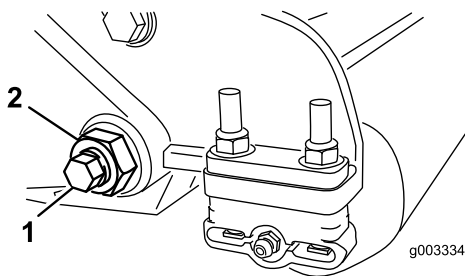

Bild 29
3. Lösen Sie an jeder Seite der Maschine die Sicherungsmutter, mit der die Schraube des Untermesserträgers befestigt ist (Bild 29).
und von der Schneideinheit entfernt werden kann (Bild 29).